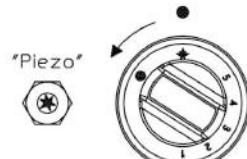
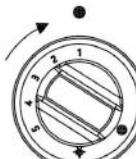

Fig. 7
Fig. 10
- Appuyez sur le bouton respectif contre le poêle puis faites-le tourner vers la gauche jusqu'au signe de position «PILOTE». (Fig. 7)
- Pour éteindre le brûleur du four, tournez le bouton dans le sens des aiguilles d'une montre (figure 10) en position "5" sans forcer excessivement. Appuyez à fond sur le bouton et tournez-le sur la position «PILOT». (Fig. 7)